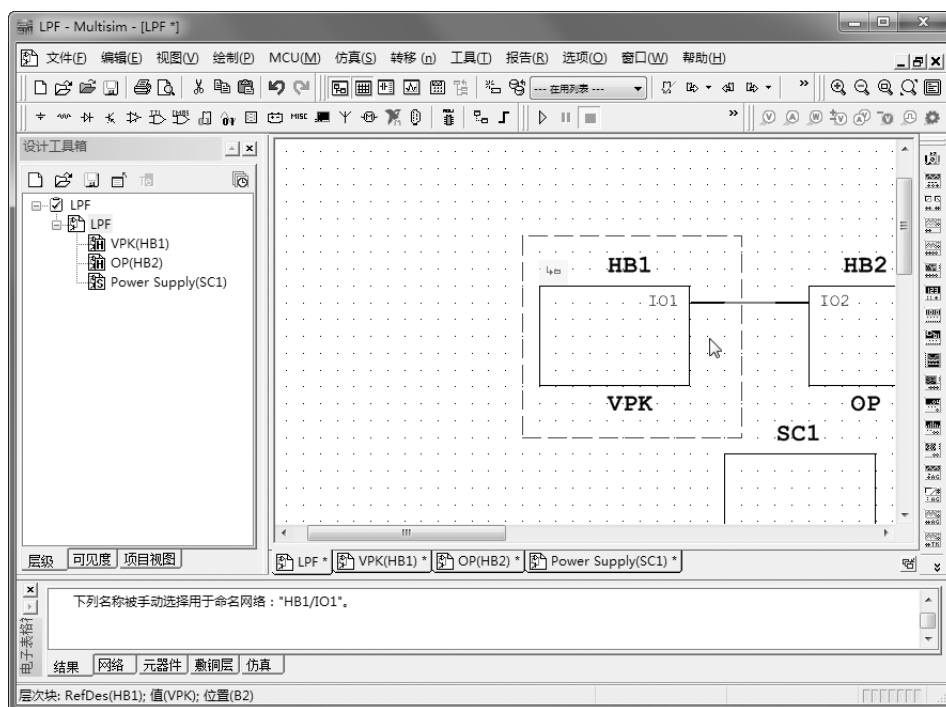

图 5-64 切换到顶层原理图
4) 右键单击退出切换状态，如图 5-64 所示，完成由子原理图到顶层原理图的切换。此时，用户可以对顶层原理图进行查看或编辑。